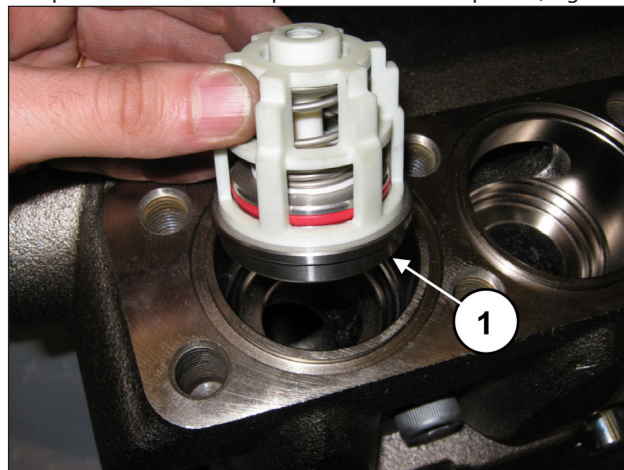

Fig. 162
Inserire il gruppo valvola di mandata (pos. ①, Fig. 162).